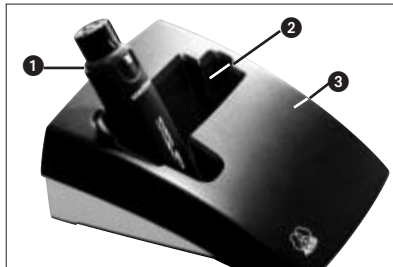

Fig. 2: SO 40
3. Placez l'émetteur (1) dans le moulage (2) du chargeur (voir Fig. 2 à 4).
**Important (SO 40 - Fig. 2) : Détachez le SO 40 du micro avant de le placer sur le chargeur. Sinon le chargeur risquerait de basculer en faisant tomber l'émetteur.**
**Placez l'émetteur dans le chargeur comme indiqué sur les figures 2 à 4.**